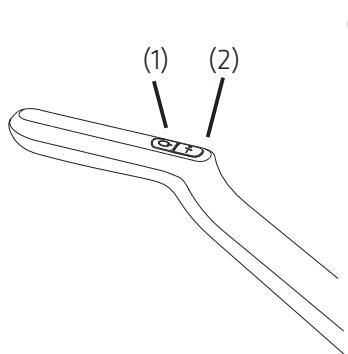

Fig. 4-1a
Det finns två knappar: strömbrytaren (1) och växlingsknappen (2) (se fig. 4-1a).